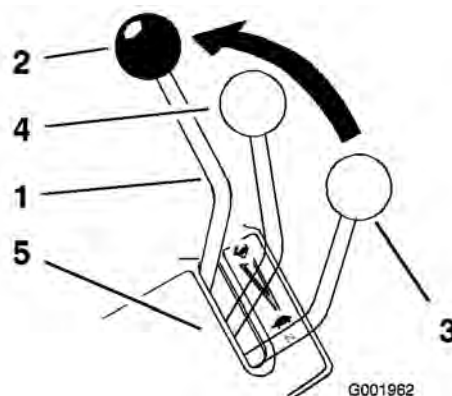

Figura 44
4. Mueva la palanca de control de la velocidad (situada en la consola) a la posición de velocidad máxima hacia adelante (Figura 44).
10. Compruebe el recorrido de la palanca en la ranura del panel de control. La palanca debe estar centrada aproximadamente en la ranura del panel de control (Figura 44).
2. Mueva la palanca de control de la velocidad a la posición de punto muerto (Figura 44).